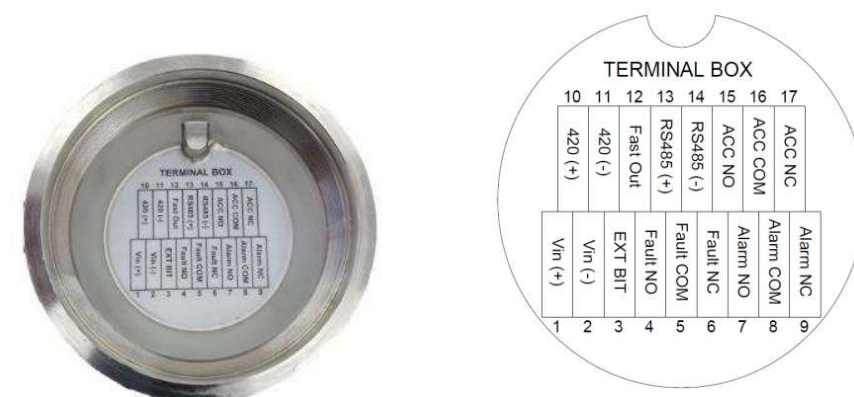
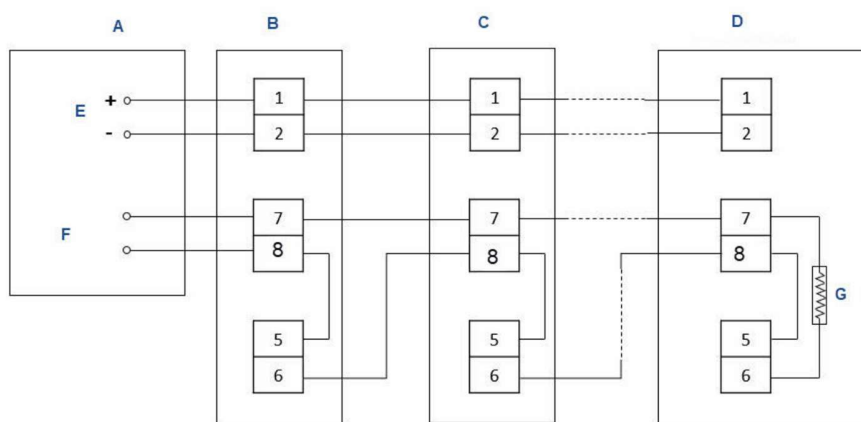
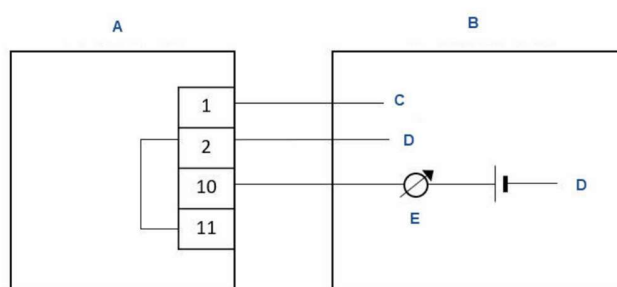

図3-5: 端子蓋(背面蓋)
図3-6: 4線式コントローラーの一般的な配線例
図3-7: 非絶縁型シンク接続(3線式)
2. 一般的な配線構成は、図3-4、図3-5、図3-6、図3-7を参考にしてください。